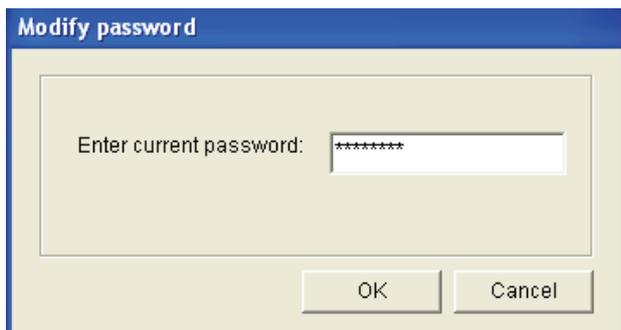

figura 8.21: Finestra di inserimento della password
- 1 Dal menu principale, fare clic sul pulsante Modify password. Compare la seguente finestra (vedere la figura 8.21).